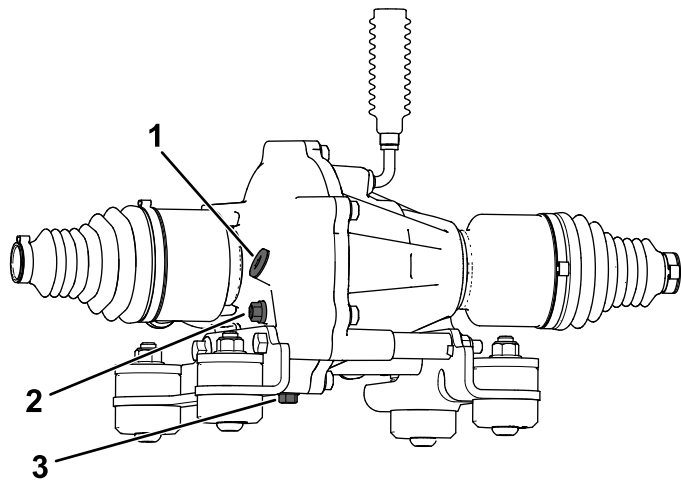

Figura 105
4. Rimuovete il tappo di controllo dal differenziale anteriore (Figura 105).
5. Se il livello dell'olio è basso, potete aggiungere l'olio specificato dall'apertura del tappo di controllo (Figura 105).
4. Allineate una bacinella di spurgo sotto il tappo di spurgo (Figura 105).
5. Togliete il tappo di riempimento (Figura 105).
6. Rimuovete il tappo di spurgo e lasciate che il fluido venga spurgato completamente (Figura 105).